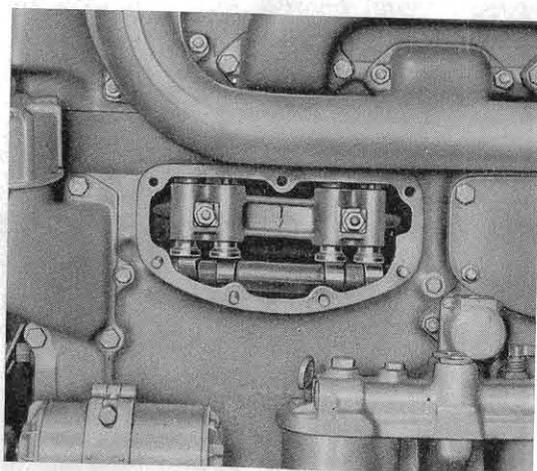

Fig. 39. - Accessibilità alle punterie comando valvole.
- Girare a mano l'albero della distribuzione fino a bilanciare le punterie comando valvole del cilindro n. 1 (vedere fig. 39).